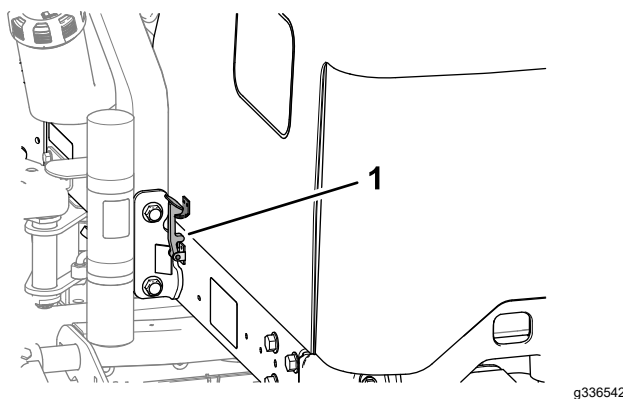

Figura 43
2. Ruotate il cofano in su e indietro (Figura 43).